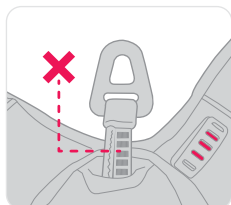

Figura 4
- Asigurați-vă că linia de coborâre nu este ieșită din dispozitiv, aceasta ar însemna că a avut loc o coborâre (figura 4). Dacă linia de coborâre este ieșită, dispozitivul Latchways PRD se va scoate din uz și se va cere sfatul MSA sau al unui agent autorizat.
- *Notă: Dimensiunea și forma punctului de atașare poate diferi de cea prezentată în ilustrația de la figura 4.*